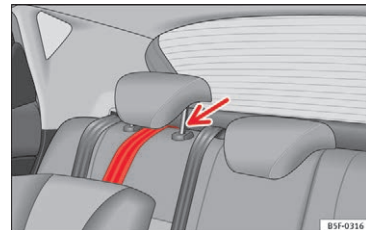

Fig. 33 Fastgørelsesrem: korrekt indstilling og korrekt montering
- Læg fastgørelsesremmen ind under bagsædets hovedstøtte »» Fig. 33 (i den forbindelse skal hovedstøtten eventuelt skubbes opad).